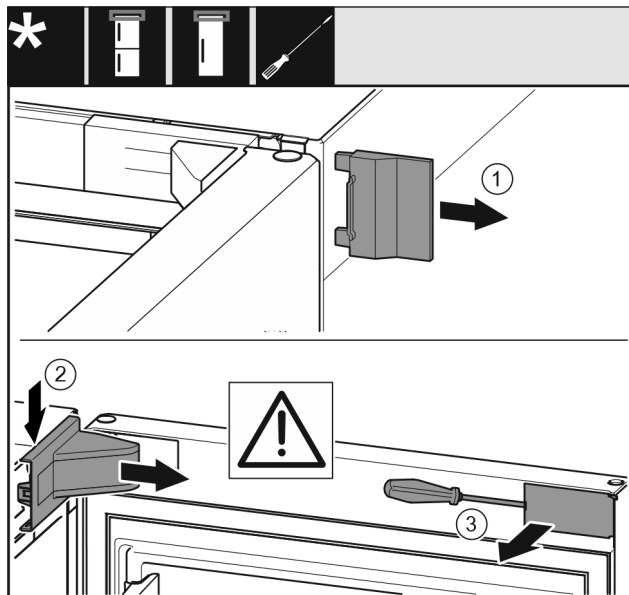

Fig. 7
- ▶ Võtke välimine kate Fig. 7 (1) ära.
- ▶ Vabaneb laagripuki kate Fig. 7 (2) fiksaatorist ja võtke maha.
- ▶ Haakige ilukate Fig. 7 (3) lapikruvikeerajaga lahti ja keerake küljele.